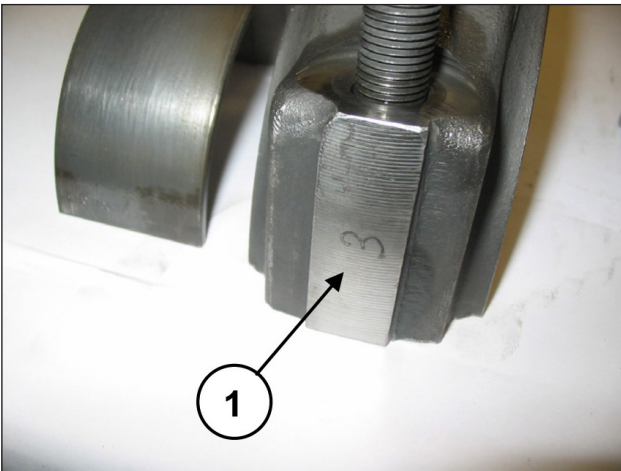

Fig. 40
Accoupler les demi-bielles avec les chapeaux préalablement démontés en suivant la numérotation (rep. ①, Fig. 40).
Désassembler les chapeaux des demi-bielles ; pour les accoupler correctement, suivre la numérotation présente sur un côté (rep. ①, Fig. 40).